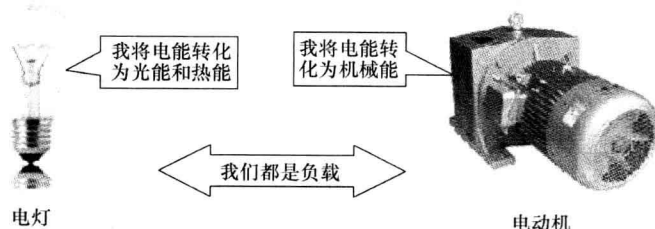

图 1-12 常见的负载
**负载：**是将电能转换成其他形式能的器件或设备，是电路中能量的消耗者，如电灯、电炉、电动机等。负载是各类用电器的统称。常见的负载如图 1-12 所示。